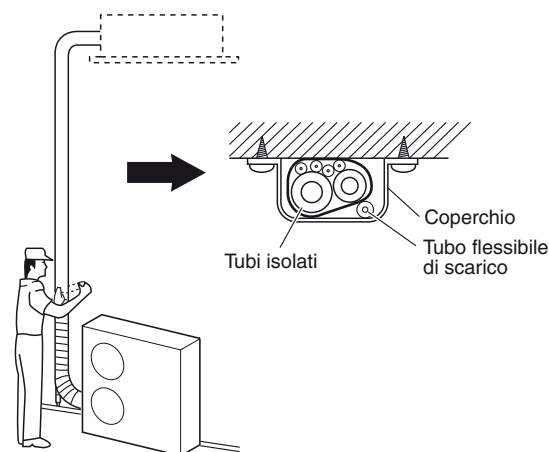

Fig.5-9
- (1) A questo punto i tubi del refrigerante (e di cavi dell'impianto elettrico, se legalmente possibile) devono venire nastrati con nastro armato in 1 solo fascio. Per prevenire la formazione di condensa dovuta al trabocco della coppa di scarico, tenere separati il tubo di scarico e quello del refrigerante.
- (2) Avvolgere il nastro armato dal fondo dell'unità esterna alla cima di quella esterna dove penetra nella parete. Quando si avvolge il tubo, mettere metà della spirale precedente sotto quella successiva.
- (3) Fissare il fascio dei tubi al muro usando una fascetta ogni metro circa. (Fig. 5-9)